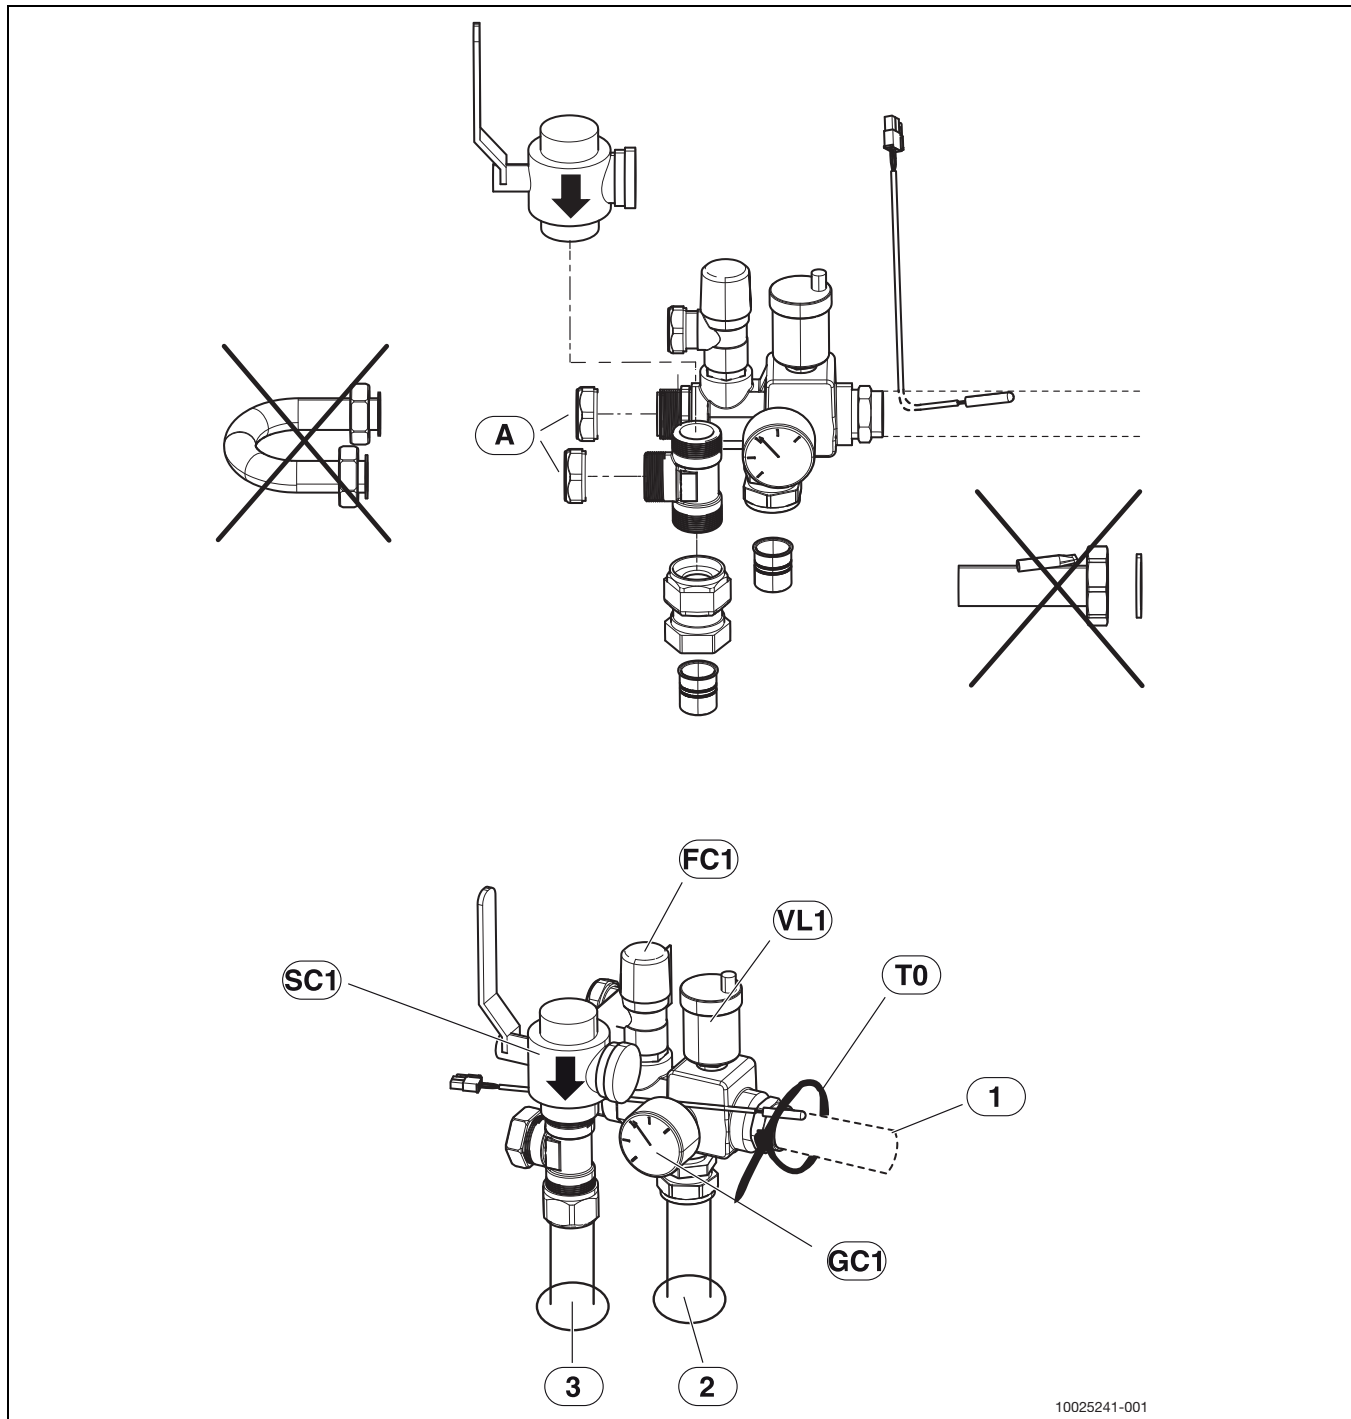

Fig. 7 Montert sikkerhetsgruppe, uten bypass, er mulig med en direkte tilkoblet varmekrets
- ▶ Monter først partikkelfilter ([SC1], fig. 7) på T-stykke.
- ▶ Før turtemperaturføleren inn i følerlommen ([T0], fig. 7) og fest den med kabelstrips.